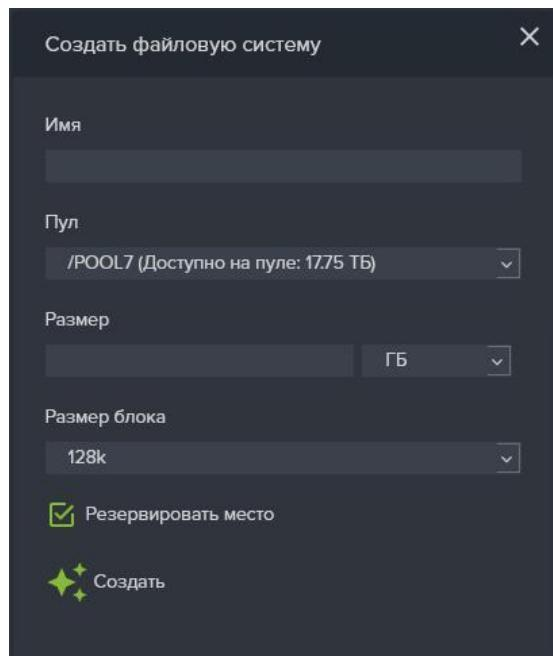

Рисунок 87. Окно создание файловой системы.
2. Нажмите на кнопку «**Создать файловую систему**», откроется одноименное окно (см. Рисунок 87);